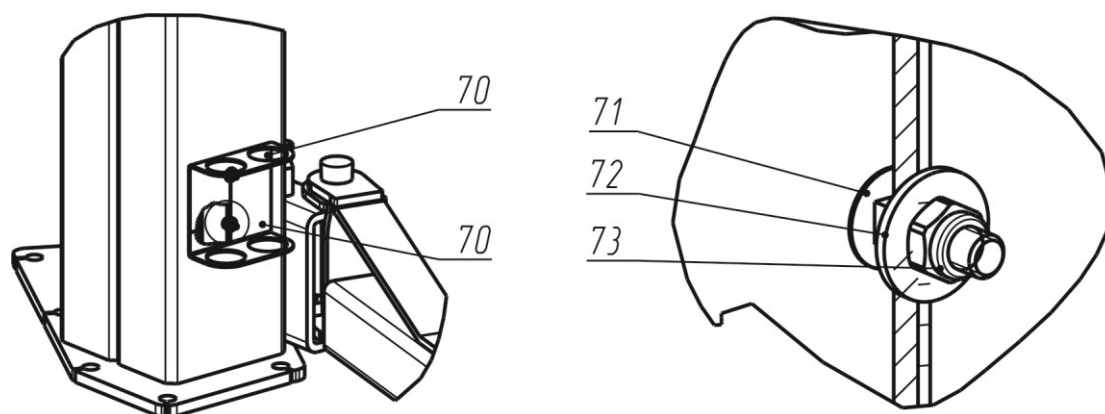

Рисунок 6.9 – Установка подставок
6.16 Для установки подставок (см. Рисунок 6.9) необходимо поднять и установить на стопор каретку.